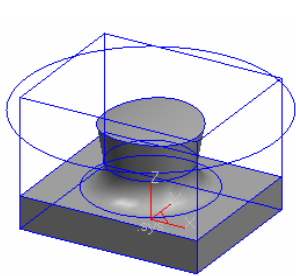

图 8-267 拾取的加工对象
9) 完成加工参数设置后，单击“确定”按钮，系统在界面的左下方提示“拾取加工对象”，按 W 键拾取所有图元，单击鼠标右键结束拾取。系统继续提示“拾取加工边界”，单击鼠标右键结束拾取，如图 8-267 所示。